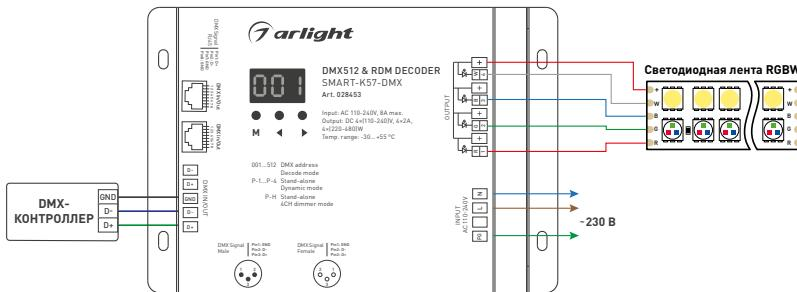

Рис. 1. Подключение декодера SMART-K57-DMX
- 3.2. Подключите контроллер согласно схеме [рис. 1].